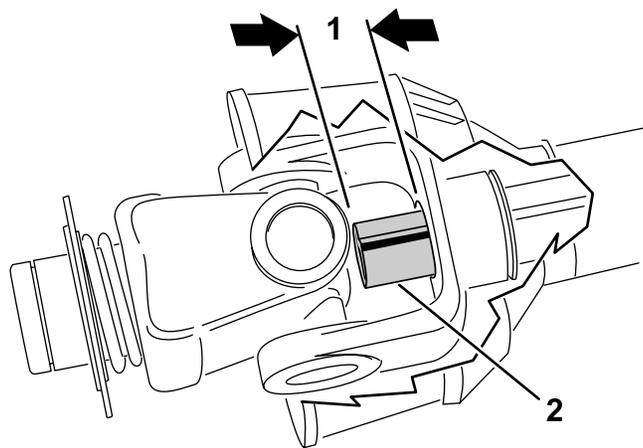

图 16
9. 将 PTO 轴内外轴管完全滑动到一起。确认内管没有突入外管的十字头和轴承部分图 16。如果这种情况发生需要裁掉更多内管——转到下一步。
10. 测量内管突入外管十字头和轴承部分的距离图 16。将此距离添加到在第 8 步中获得的尺寸。